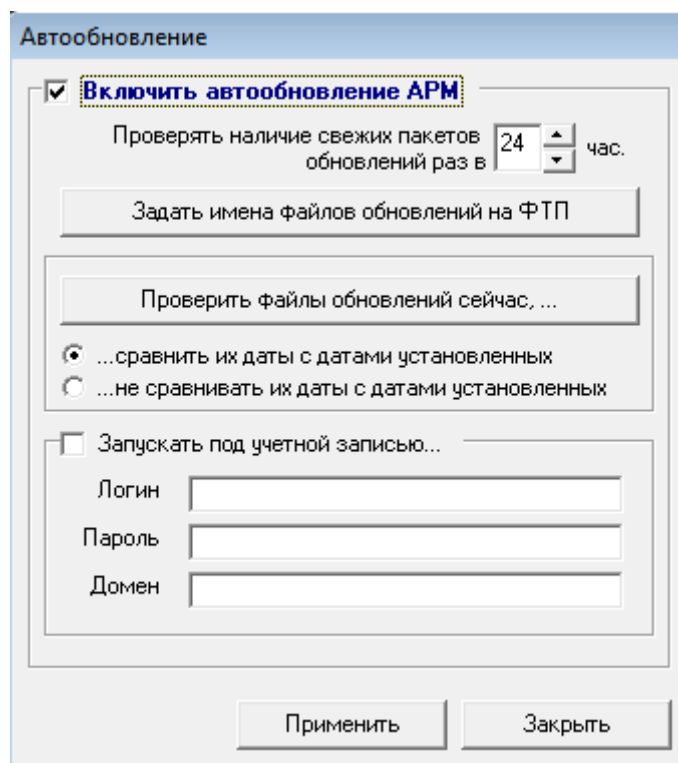

Рис.2.3. Окно автообновления
2. Когда потребуется изменить параметры автообновления нужно запустить АРМ и выбрать пункт меню «Настройка» -> «Параметры автообновления», в результате чего появится окно (см рис.2.3), в котором можно выполнять следующие действия: